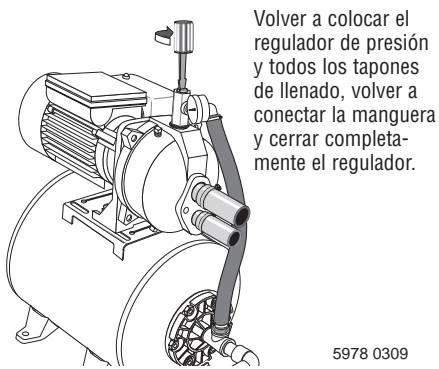

Figura 14 : Bomba de carga
- Paso 2. Vuelva a colocar todos los tapones de llenado y cierre la válvula de control completamente (Figura 14).